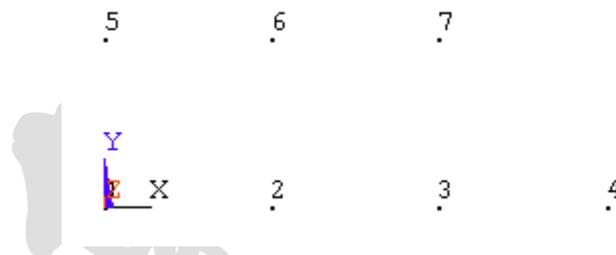

图2.32 删除8号结点
(2) 在文本框中输入节点号【8】，或者用鼠标在视图窗口中选择节点 8，然后单击【OK】按钮确认，此时节点 8 已经从模型中删除了，如图 2.32 所示。